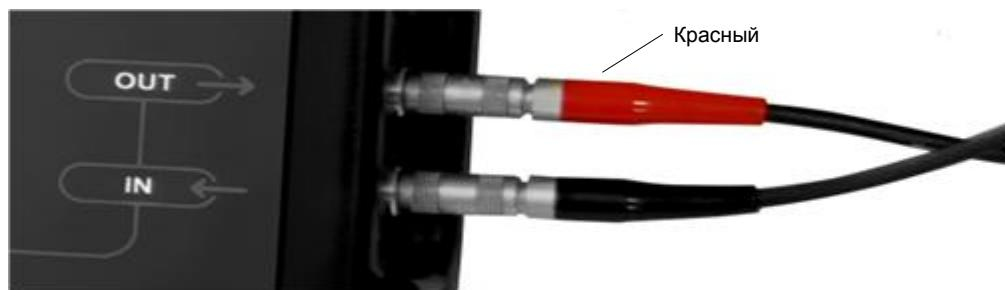

Рисунок 3
- Раздельно-совмещенные (PC) преобразователи (тип D) подключаются с помощью двойного кабеля LEMO-LEMO. Разъем, обозначенный OUT, служит для подключения передающего пьезоэлемента, обозначенный IN – приемного пьезоэлемента. Обычно на PC преобразователях разъем передающего пьезоэлемента обозначен красной точкой, а соответствующий кабель имеет красный хвостовик (рисунок 3).